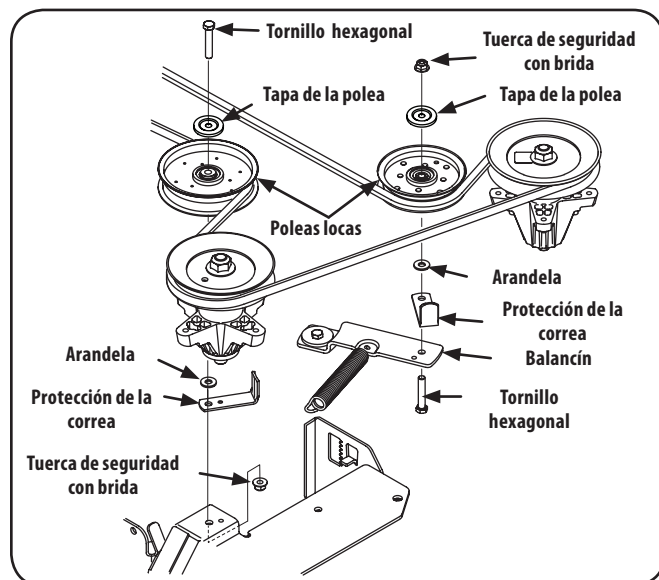

Figura 7-9
3. Extraiga las dos poleas locas, para lo cual debe retirar los tornillos de cabeza hexagonal y las tuercas de seguridad con brida que las sujetan a la plataforma y el brazo de polea loca. Consulte la Figura 7-9. No afloje ningún elemento de ferretería al sacar el tornillo de cabeza hexagonal y la tuerca de seguridad con brida.
6. Coloque la correa alrededor de las poleas locas que extrajo en el paso 3 con el lado en "V" orientado hacia adentro. Una vez que todo esté en su lugar, vuelva a colocar los elementos de ferretería y ajuste la tuerca de seguridad con brida para sujetar el conjunto. Consulte la Figura 7-9.
2. Use una llave de $\frac{15}{16}$ " para sostener la tuerca hexagonal en la parte superior del conjunto del husillo cuando afloje la tuerca hexagonal que fija la cuchilla. Se puede colocar un bloque de madera entre el alojamiento de la plataforma y el borde de corte de la cuchilla para ayudar a aflojar la tuerca hexagonal que fija la cuchilla. Vea la Figura 7-9.